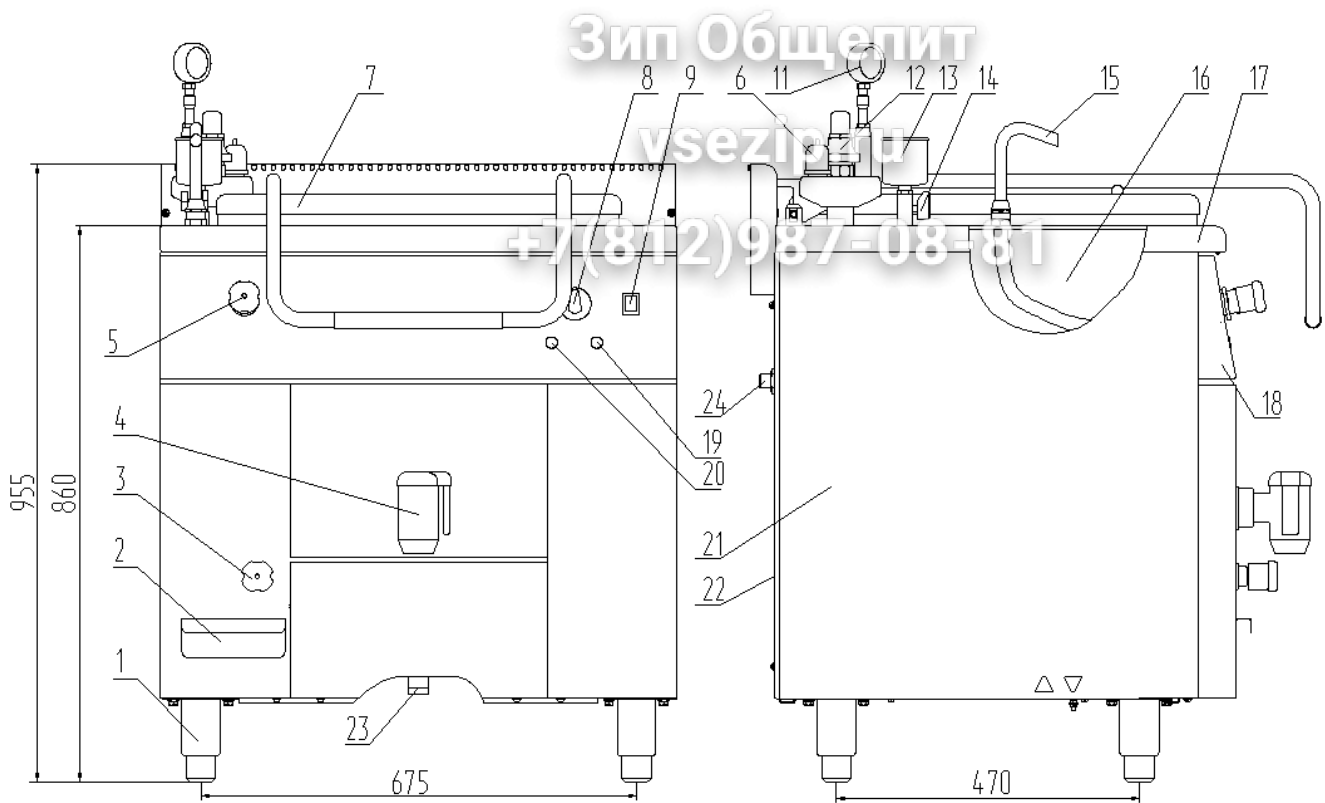

Рисунок 1- Составные части котла
6.5.1 Открыть кран (3) см. рисунок 1. Открыть кран на воронке заливной (13) см. рисунок.
7.3 Повернуть кран поворотный (15) см. рисунок 1 в сторону емкости. Налить требуемое количество воды в емкость до отметки, открыв кран (5) см. рисунок 1.
7.5 Включить изделие в сеть нажав выключатель (9), рисунок 1. Убедиться в том, что кран воронки заливной (14) открыт.
7.6 Повернуть ручку (8), рисунок 1 по часовой стрелке, установить ее в заданное положение, загорается арматура светосигнальная (19). По достижению заданной температуры, установить ручку в положение «min», обеспечивающее режим тихого кипения. Закрыть крышку котла.
7.7 Закрыть кран воронки заливной (14) после того как пойдет пар непрерывной струей через воронку заливную (13), рисунок 1.
В зависимости от выбранного режима арматура светосигнальная (19), рисунок 1 меняет частоту сигналов.
7.9 После окончания работы, повернуть ручку в положение «0», отключить изделие от сети, нажатием выключателя (9), рисунок 1.
7.10 Вычерпать продукт, если он содержит крупные частицы, или слить через кран сливной (4), рисунок 1, если продукт имеет однородную структуру. Дать емкости остыть до температуры менее 50⁰ С. Провести санитарно-гигиеническую обработку емкости моющим раствором, протереть чистой ветошью и просушить. Панели протереть ветошью.
На панели управления имеется арматура светосигнальная красная (20), рисунок 1 сигнализирующая о недостаточном количестве воды в парогенераторе.